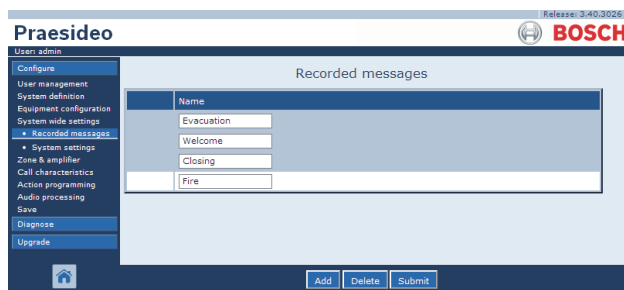

figura 45.7: Cancellazione di un messaggio, passaggio 2
- 2 Fare clic in un punto qualsiasi sulla riga del messaggio registrato che deve essere cancellato. L'intera riga viene evidenziata (vedere figura 45.7).